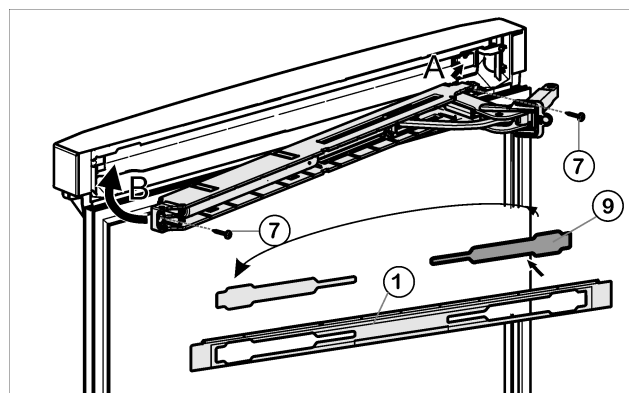

Fig. 23
- Suelte la cubierta Fig. 23 (9) del panel Fig. 23 (1) y vuélvala a colocar en el otro lado.
- Enganche (A) la unidad de amortiguador de cierre superior con la articulación en el lado de la bisagra y gírela hacia dentro (B).
- Atornille la unidad de amortiguador de cierre (2 Torx 15) Fig. 23 (7).